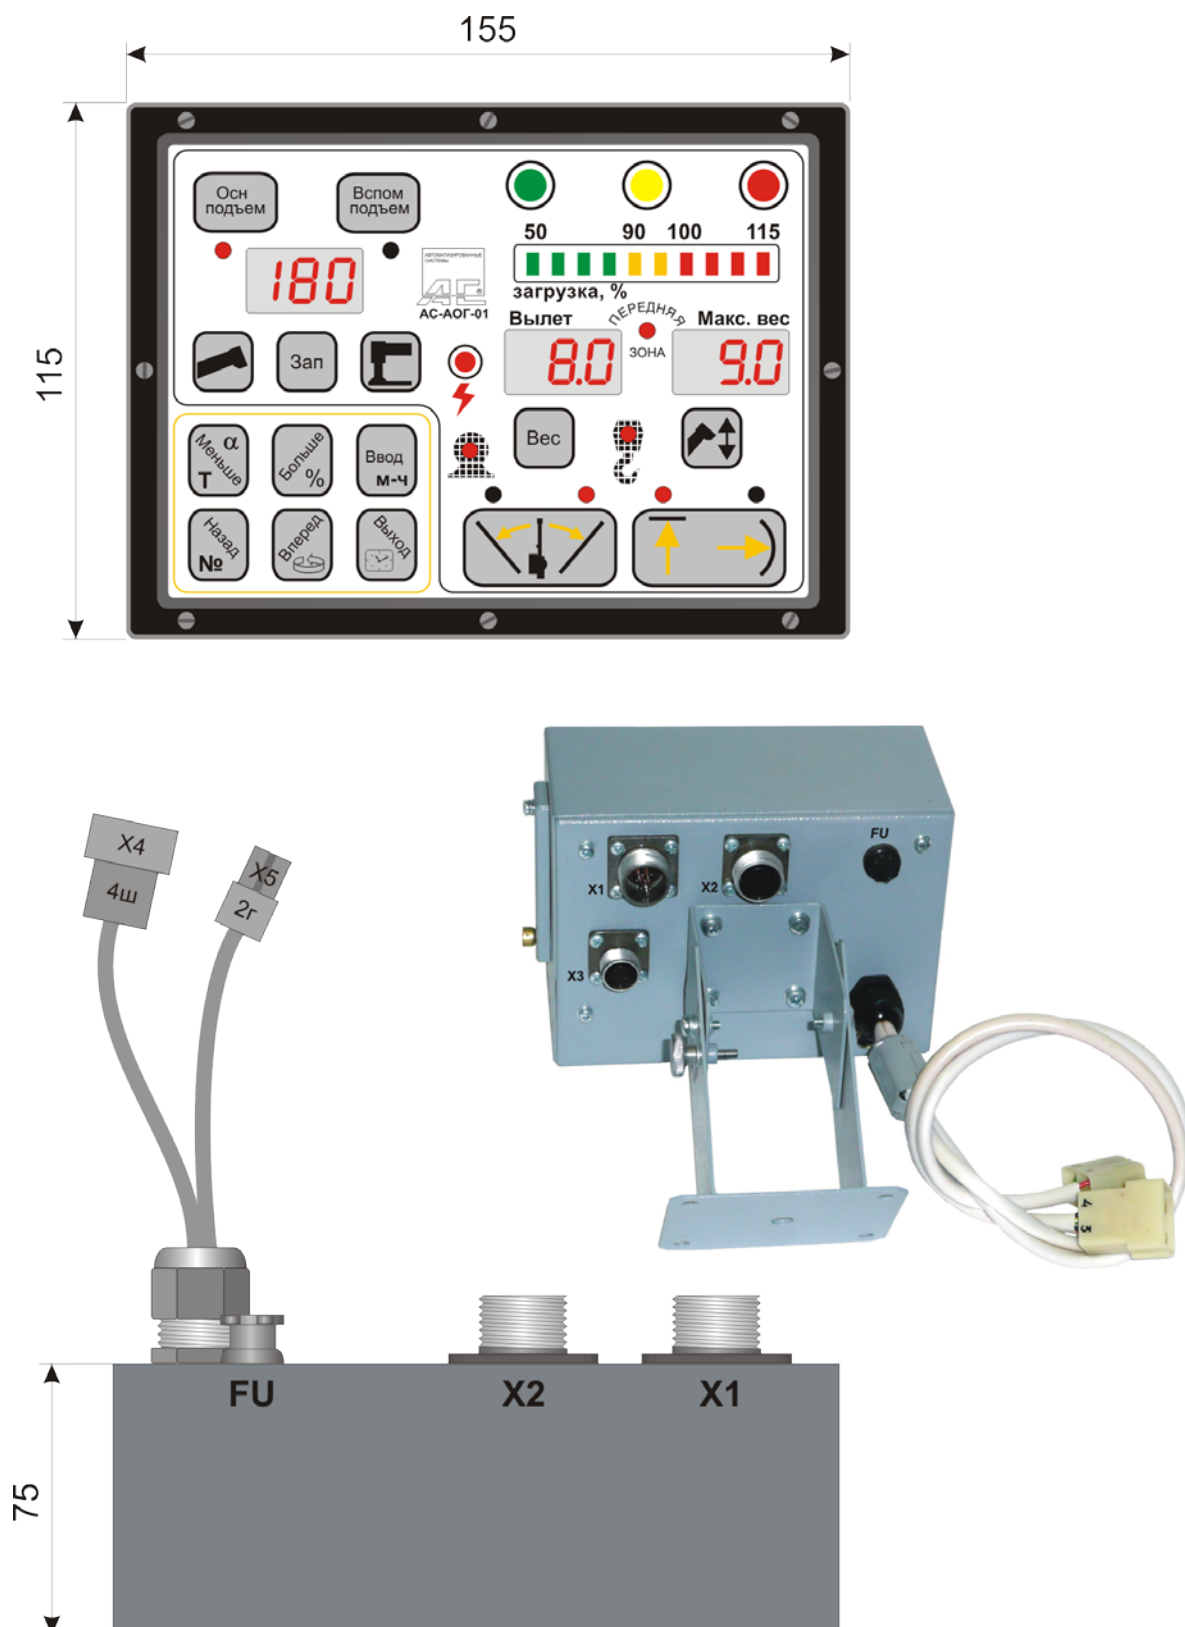
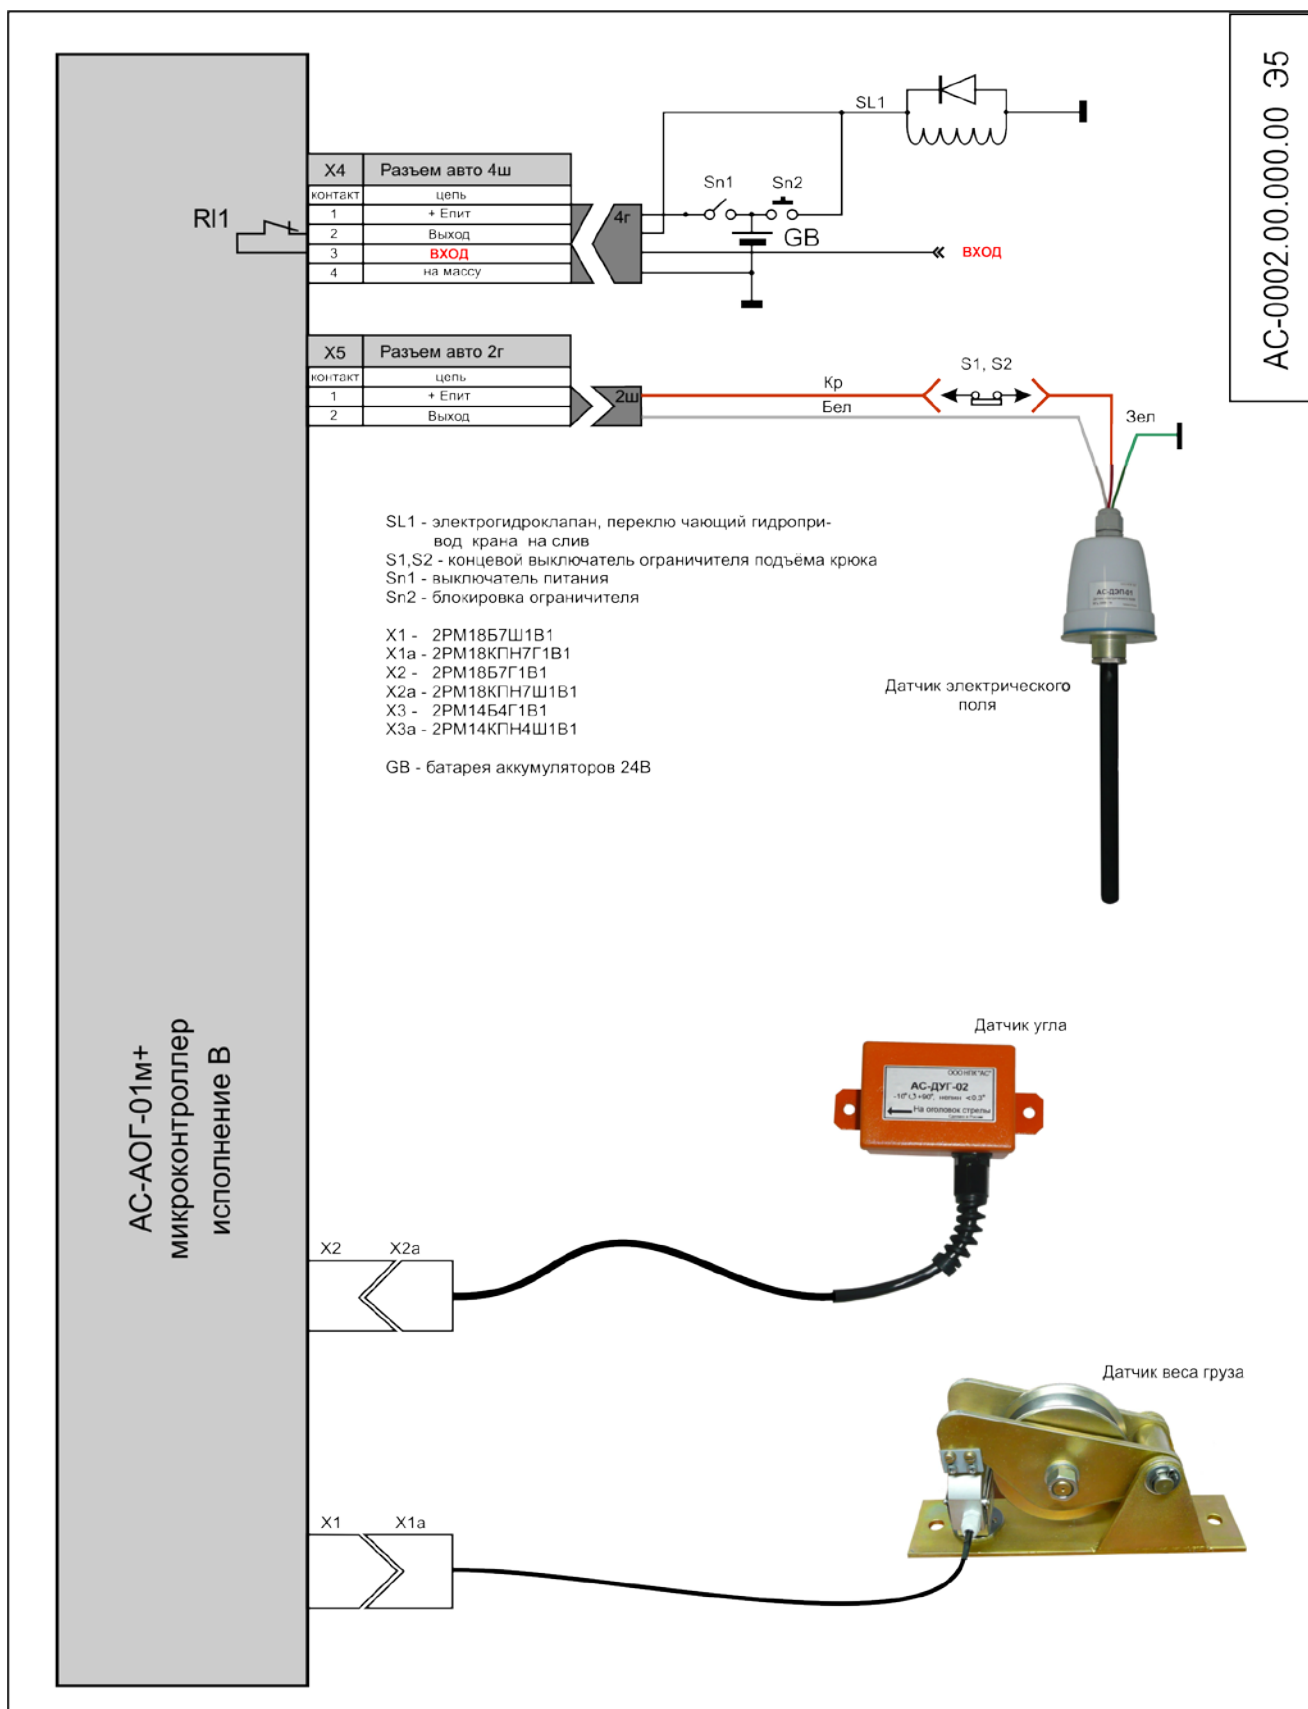

Рис.2
Рис.3
- 1) блок АОГ, включающий "Регистратор параметров" 1 шт, рис.2;
6.1. Описание работы проводится по схеме Рис.3.
Подсоединение АОГ к электрооборудованию крана должно быть произведено в соответствии со схемой подключения Рис.3, через контакты разъема X4, X5 блока АОГ, Рис.2, расположенного на шлейфе, выходящем через гермовывод на задней стенке блока АОГ.
6.3. Напряжение питания от источника питания GB при установке выключателя Sn1 в положение ВКЛ подается на контакты разъема X4 блока АОГ, Рис.2.
6.3.3. К блоку питания относятся 2 плавких предохранителя FU1 и FU, расположенных в блоке АОГ, рис.2. Самовосстанавливающийся предохранитель FU1 (1А) размещен внутри блока и предназначен для защиты внутренних электронных цепей блока АОГ, а плавкий предохранитель FU (5А), размещен на задней стенке блока АОГ и предназначен для защиты цепей управляющих реле от короткого замыкания. Питание реле осуществляется независимо от внутренних электронных цепей блока АОГ.
6.4. Блок АОГ представляет собой полнофункциональную 16-разрядную микроЭВМ, состоящую из модуля индикации и вычислительного модуля, объединенного с модулем ввода цифровых сигналов, модулем АЦП и аналоговых сигналов, модулем "Регистратора параметров", модулем блока питания и модулем блока реле (все на одной плате), рис.2.